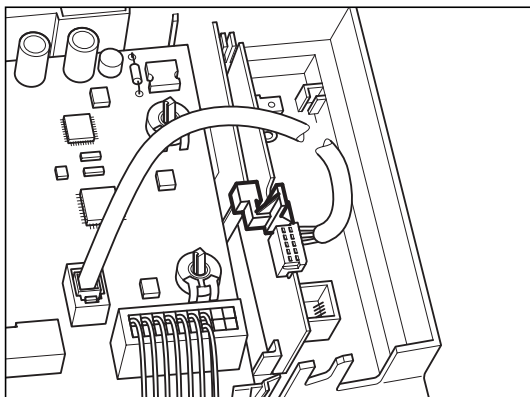

Abb. 4.3 Stabilisierung der Platine mit Clip 1
- Schieben Sie die Platine (1) mit dem Clip in die Aussparung (2) des Schaltkastens.
- Schließen Sie die Busleitung (3) mit dem Randverbinder (4) an der vrnetDIALOG-Leiterplatte an.
- Stecken Sie die andere Anschlussklemme der Busleitung in den Steckplatz (5) auf der Leiterplatte des Heizgerätes.
- Bauen Sie die Leiterplatte entsprechend Abb. 4.3 bis 4.5 in den Schaltkasten ein.